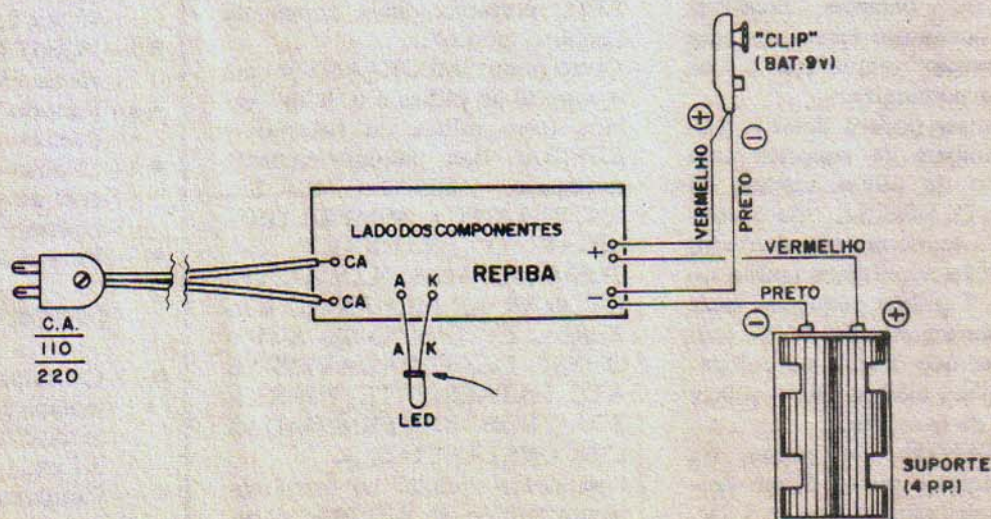

Fig. 4
- **FIG. 4** - Diagrama geral da montagem, enfatizando as conexões externas à placa (esta ainda vista pelo lado não cobreado). ATENÇÃO à posição do LED, cujo terminal de **catodo** (K) é marcado por um pequeno chanfro lateral (além de ser o mais curto dos dois), indicado pela setinha, na figura. ATENÇÃO também à polaridade (codificada - como é norma - com **vermelho** para o **positivo** e **preto** para o **negativo**) dos